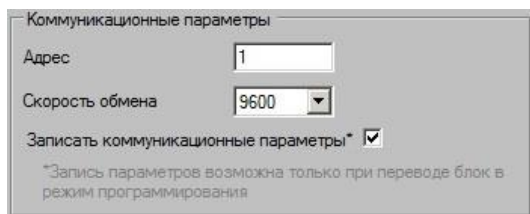

Рисунок 8.8 – Коммуникационные параметры
8.9 Для изменения адреса и скорости блока необходимо в поле «**Адрес**» и «**Скорость обмена**» ввести новые параметры и подтвердить, поставив галочку в поле «**Записать коммуникационные параметры**» (рисунок 8.8).